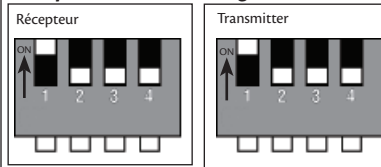

Figure 1
2. **IMPORTANT!** Avant d'installer cette commande, changez les réglages d'usine des commutateurs DIP pour indiquer votre propre code de sécurité. Référez-vous à la figure 1. Veillez à ce que les positions des commutateurs DIP de votre récepteur et de votre télécommande soient identiques sans quoi le ventilateur ne fonctionnera pas. Choisissez plusieurs combinaisons de commutateurs DIP pour éviter un mauvais fonctionnement d'autres ventilateurs, de portes de garage, etc.